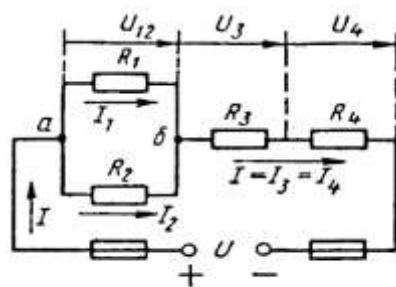

Рис. 1
Условие задачи. Цепь постоянного тока со смешанным соединением состоит из четырех резисторов. Заданы схема цепи (рис. 1), значения сопротивлений резисторов:
2) обозначим токи I_1, I_2, I_3, I_4 на (рис. 1) стрелками и определим их значения из формулы мощности:
Формулировка закона: алгебраическая сумма токов в узловой точке равна нулю. Математическая запись для узла б схемы цепи рисунок 1:
алгебраическая сумма ЭДС $\sum E$ равна алгебраической сумме падений напряжений $\sum I \cdot R$ на отдельных сопротивлениях этого контура. В замкнутом контуре (рис. 1) приложенное напряжение U (аналогично ЭДС при внутреннем сопротивлении источника тока, равном нулю) и падения напряжения $U_{12} = I \cdot R_1; U_3 = I \cdot R_3 \text{ и } U_4 = I \cdot R_4$ Обходя контур по направлению тока (в данном случае по часовой стрелке), составим уравнение по второму закону Кирхгофа: $U = U_{12} + U_3 + U_4$ Подсчет баланса мощности. Общая мощность цепи равна сумме мощностей на отдельных резисторах. Для схемы цепи (рис. 1) $P = P_1 + P_2 + P_3 + P_4$: так как $P = I^2 \cdot R$ или $P = U^2/R$, то $P = I^2 R_1 + I^2 R_2 + I^2 R_3 + I^2 R_4$ или $P = U_{12}^2/R_1 + U_{12}^2/R_2 + U_3^2/R_3 + U_4^2/R_4.$ Если проверку решения проводить путем сравнения результатов решения другими способами, то в данном случае вместо определения тока из формулы $P = I^2 \cdot R_{\text{эк}}$ можно было найти напряжение. $U = \sqrt{P R_{\text{эк}}} \text{ из } P = U^2/R_{\text{эк}},$ а затем $I = U/R_{\text{эк}}$ по формуле закона Ома. Критерии оценки: точность расчетов; объем выполненных заданий, правильное оформление.